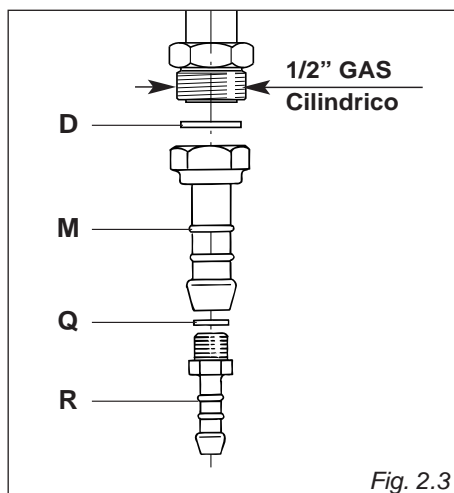
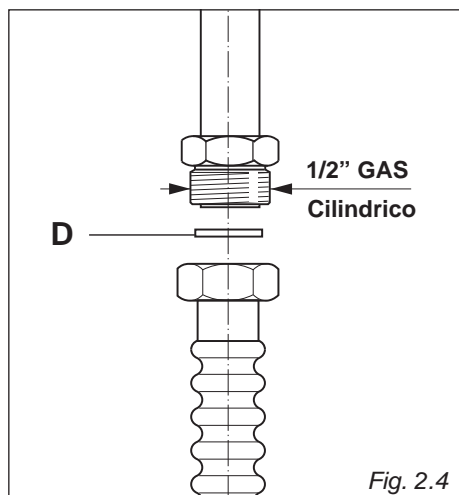

Fig. 2.3
Fig. 2.4
Il gruppo di raccordo (fig. 2.3) si compone di:
- Montare il raccordo portagomma "M" interponendo la guarnizione di tenuta "D" (fig. 2.3).
- Montare sul portagomma "M" la riduzione "R" con interposta la guarnizione "Q" (fig. 2.3).
Per effettuare il collegamento gas è necessario togliere il portagomma "M" (fig.2.3) ed avvitare direttamente sul condotto gas dell'apparecchio il terminale del tubo metallico interponendo la guarnizione "D" (fig.2.4).